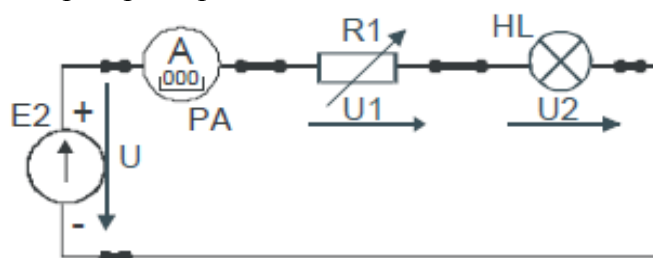

Рис.24
2. Собрать трехфазную электрическую цепь (рис. 24), выбрав элементы цепи в соответствии с заданием. Представить схему для проверки преподавателю.
Собрать электрическую цепь для снятия вольтамперных характеристик элементов цепи (рис. 24) и предъявить её для проверки преподавателю. В качестве регулируемого источника постоянного напряжения использовать источник E2, выходное напряжение которого регулируется потенциометром. В качестве резистора R1 использовать резистор R5 стенда